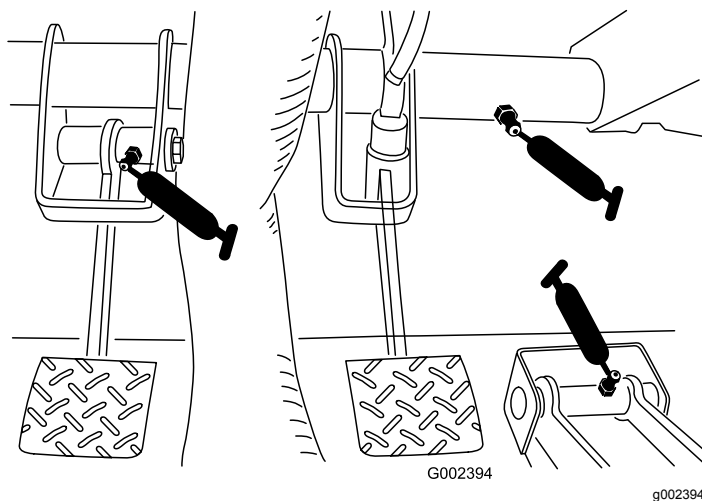

Figure 31
- Frein (1) ; voir Figure 31
- Embrayage (1) ; voir Figure 31
- Accélérateur (1) ; voir Figure 31